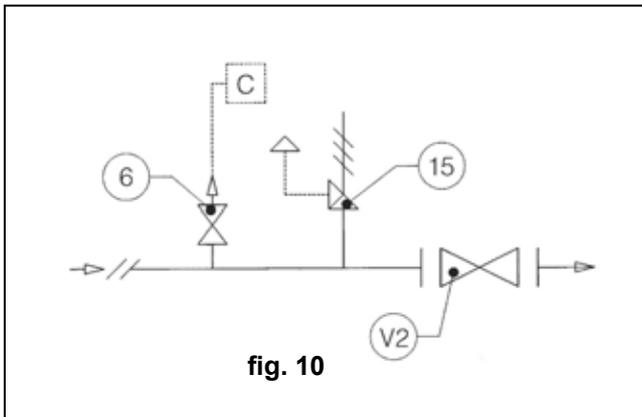

fig. 10
4.1.1 DIRECT INSTALLATION IN THE LINE (fig. 10).